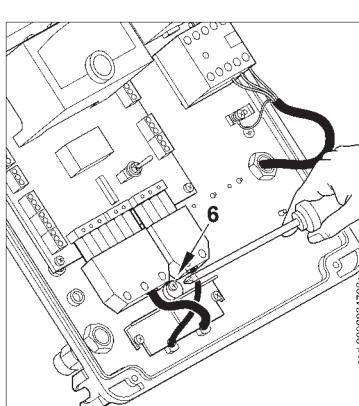

Рисунок 3
- 3) Поместите кабельный зажим, как указано на рис. 3. Поверните эксцентрик (6) так, чтобы пластина зажима оказала должное давление надвига кабеля, теперь можно затянуть винты, фиксирующие пластино зажима. Наконец, соедините два разъёма 7-ми и 4-штырьковый.